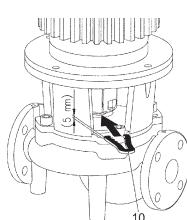

Fig. 13: Montavimo šakutės pritvirtinimas
10. Įstumti montavimo šakutę (Fig. 13, 10 poz.) tarp karkaso ir movos. Montavimo šakutę turi nejudėti.
13. Įstumti montavimo šakutę (Fig. 13, 10 poz.) tarp karkaso ir movos. Montavimo šakutę turi nejudėti.